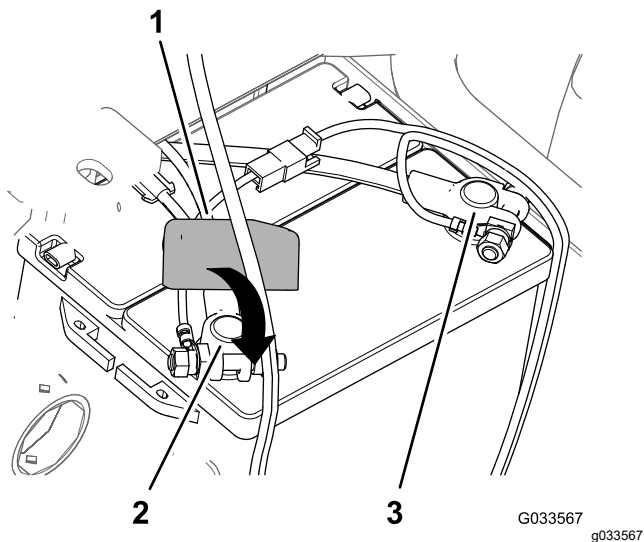

図 32
8. プラスケーブルをバッテリーのプラス端子に接続し、クランプナットを手締めする 図 32。